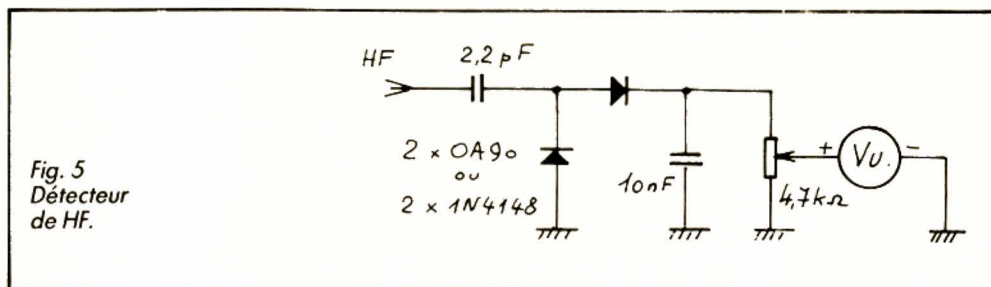
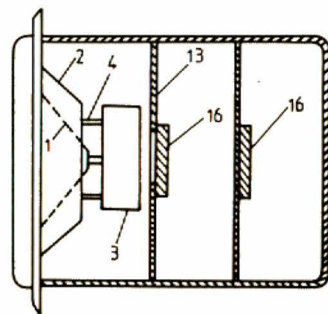
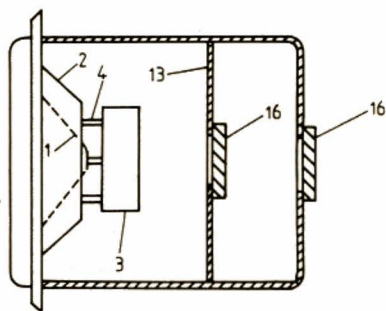

Fig. 5
Fig. 6 — Si une cavité absorbante ne suffit pas, on peut en accoupler deux en cascade. Idée toute naturelle.
Fig. 8. - Combinaison suggérée de la solution proposée figure 5 avec celle de la figure 7.
n'avez pas ce type d'appareil, un petit détecteur de HF, réalisé sous forme de probe, peut rendre de très grands services. Voir figure 5. Le potentiomètre de 4,7 kΩ rend le détecteur plus ou moins sensible. Des diodes OA90 donnent plus de sensibilité, mais sont plus fragiles. Dans l'idéal, utiliser des diodes Schottky.
ris trouvaient à leur goût le carton feutré des diaphragmes. Le remède était simple : une grille (fig. 4) protégerait l'avant du diaphragme, et une caissette, en bois ou en métal, isolerait l'arrière. Résultat catastrophique. Normalement, la résonance propre du haut-parleur à l'air libre, était assez bien amortie par le constructeur et passée dans les moeurs, nul ne s'en plaignait ; mais, dès que le haut-parleur fut enfermé dans un coffret clos, de petit volume par surcroît, la fréquence de résonance augmentait. Comme elle était aussi peu amortie, la « musique nouvelle » fut peu appréciée. On fit appel à deux spécialistes connus, MM. Carlisle et Pierson (on les retrouve en d'autres occasions) qui apportèrent l'ingénieuse solution schématisée par la très explicite figure 5 dont
Fig. 5. — Deuxième figure, illustrant le brevet de MM. Carlisle et Pierson. On appréciera l'innovation : à la cavité protégeant l'arrière du haut-parleur est adjointe une seconde cavité, communiquant avec la première par une ouverture (16) obturée par un matériau poreux (feutre) : la seconde cavité constitue un résonateur de Helmholtz, accordé sur la fréquence de résonance du premier, qu'il convenait de juguler. Voilà qui antécipait toutes les réalisations ultérieures avec résonateur interne associé à un bass-reflex ou un coffret clos.
l'équivalent mécano-électrique est explicité en figure 9. Le coffret unique est divisé en deux parties, séparées par une cloison avec une ouverture d'assez faible diamètre, freinée par une ou plusieurs épaisseurs de feutre. Sur la figure 9,  $C_r$  est l'élasticité du haut-parleur,  $M_c$  la masse de l'équipage mobile,  $R_c$  la résistance mécanique du transducteur, augmentée de celle de rayonnement,  $C_{dc}$  est l'élasticité de la partie antérieure du coffret,  $M_o$  la masse de l'air occupant l'ouverture,  $R_o$  la résistance présentée par le feutre et  $C_{cc}$  l'élasticité de la partie postérieure du coffret. Bien entendu, le résonateur constitué de  $M_o$ ,  $R_o$  et  $C_{cc}$  est accordé sur la fréquence de résonance du compartiment du haut-parleur et amorti par  $R_o$ , pour supprimer la bosse de résonance. Continuant dans la même voie, il n'est pas défendu d'imaginer deux résonateurs de même structure en tandem (fig. 6), mais les auteurs prévoient aussi que des solutions simplifiées suffiront souvent (fig. 7), en shuntant simplement l'élasticité  $C_{dc}$  de la cavité antérieure, par  $M_o$  en série avec  $R_o$ . Le but est d'accorder la cavité antérieure pour en réduire suffisamment l'impédance à la fréquence dangereuse (somme toute, c'est un bass-reflex, dont l'évent rayonne vers l'ar-
rière). Enfin, si l'on veut mettre tous les atouts dans son jeu, la figure 8 combine les figures 5 et 7 (ou figure 6, sans l'ultime cavité à l'arrière).
déphaseur R-C et que, si les inventeurs avaient combiné les rayonnements des deux orifices émetteurs de la figure 5, ils auraient obtenu un haut-parleur directif. Leur so-
Fig. 7 — Les auteurs ont vérifié expérimentalement qu'il était souvent inutile de compliquer la construction, selon figure 5, et qu'il suffirait d'une seule cavité simplement munie d'un évent obturé par un matériau poreux résistant. MM. Carlisle et Pierson ont-ils eu conscience d'appliquer ici le principe d'un bass-reflex, dont le rayonnement de l'évent serait négligé, ou encore ce que l'on nomme aujourd'hui « resistive box », qui aurait permis d'obtenir un émetteur sonore directif, en combinant les rayonnements avant et arrière ? (Il est vrai que Bauer n'avait pas encore fait breveter les microphones unidirectionnels, avec déphaseur de type R-C.)